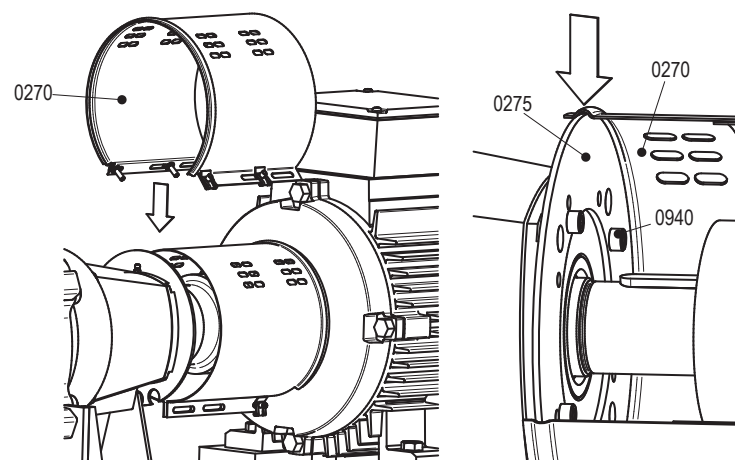

Abbildung 16: Montieren der Haube auf der Pumpenseite.
- 7 Die Schrauben (0940) lösen und die Montageplatte (0275) vom Lagerdeckel (2115) entfernen. Bei Versionen L5/L6: Die Schrauben (0940) lösen und die Montageplatte (0275) vom Lagerhalter (2840) entfernen. Siehe Abbildung 16.
Bei Versionen L5/L6: Die Montageplatte (0275) mit den Schrauben (0940) am Lagerhalter (2840) befestigen. Siehe Abbildung 16.